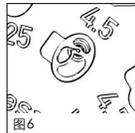

图6
■ **fig. 6** Ștampila protezei trebuie să se așeze pe baza decupării și placa de capăt trebuie să se așeze complet pe decuparea prevăzută pentru aceasta, astfel ca suprafața superioară a plăcii de capăt să se închidă cu suprafața discului separator.
■ 图 6 假体的标记的位置必须在凹座底部,顶部必须充分的在特定设计的断路器上以便于顶部的上表面与上表面的筛选器结合。